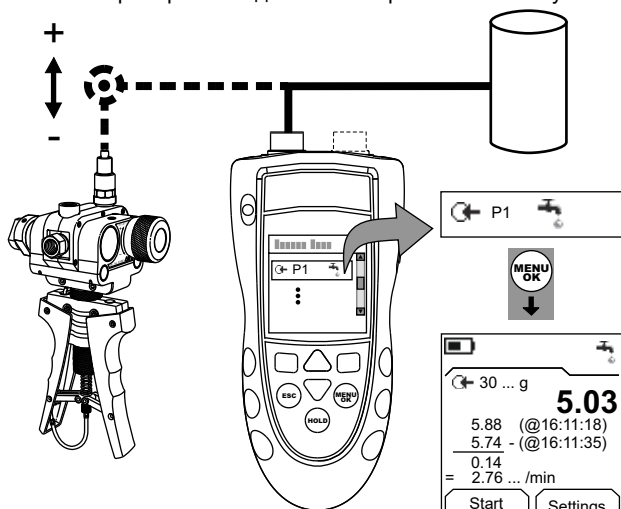

Рисунок 3: Пример конфигурации. Проверка утечки
1. Подключите прибор (Рисунок 3) и при необходимости отрегулируйте *Set Up* (*Настройка*) (Таблица 1).